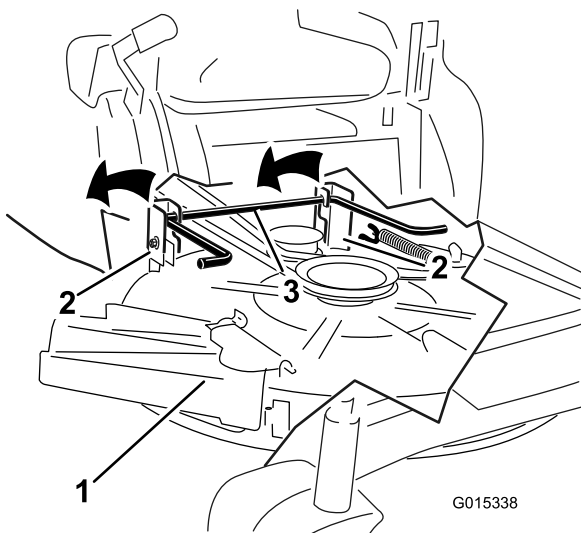

Figura 64
6. Levante plataforma de corte e os suportes de suspensão afastando da haste de elevação traseira e baixe o cortador cuidadosamente até ao chão (Figura 64).
5. Levante parte de trás da plataforma de corte e oriente os suportes de suspensão por cima da haste de elevação traseira (Figura 64).